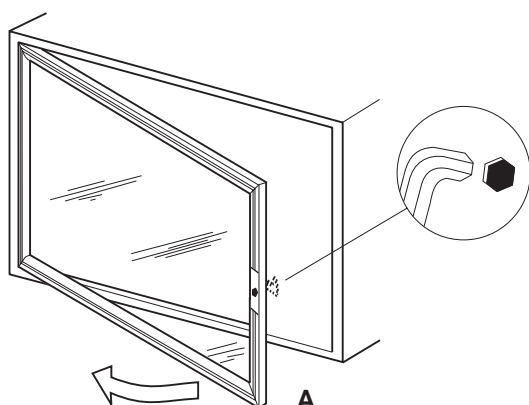

Fig. 7.2
7.2 NETTOYAGE DE LA VITRE (FIG. 7.2)
- Ne pas nettoyer la vitre lorsque la cheminée fonctionne (Fig. 7.2: A-ouverture porte pour nettoyage de la vitre)
7.2 LIMPIEZA DEL VIDRIO (FIG. 7.2)
- No limpiar el vidrio durante el funcionamiento de la chimenea (Fig. 7.2.: A-apertura de la puerta para la limpieza del vidrio).